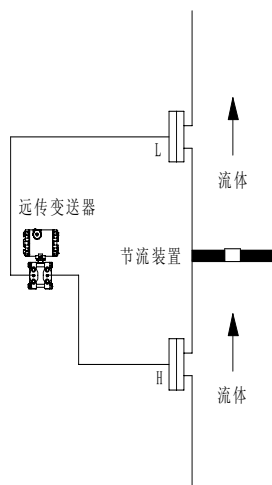

图 13 测量竖直管道
- (2) 测量垂直管道时(见图 13)正压室法兰装在下面负压室法兰装在上面，不管变送器本体安装在什么位置，变送器始终承受  $(r-r_0)H$  的液柱压力，这个压力必须用迁移的方法来进行平衡，变送器应有  $(r-r_0)H$  的正迁移量。